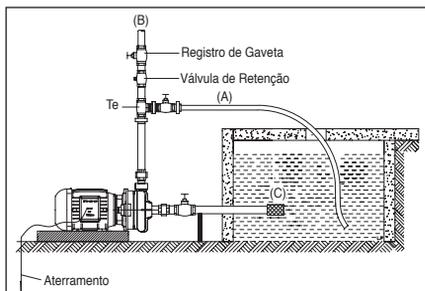

Figura 9 - Instalação Motobomba MBV
- 3 - A motobomba MBV deverá ser instalada afogada conforme figura 9. Use um pré-filtro (tipo cesto) (item **C** da figura 9) na sucção, afim de impedir a passagem de sólidos de diâmetros maiores do que os especificados acima.
- 5 - Para um perfeito funcionamento da motobomba, recomendamos colocar um Tê no bocal de recalque: em uma das extremidades, conecte um registro e acople uma mangueira (item **A** da figura 9), direcionando-a de volta ao local de sucção para misturar as partículas ao líquido a ser bombeado, e, na outra, a tubulação de recalque (item **B** da figura 9). Cuide para que a mangueira de recirculação fique afastada do tubo de sucção, evitando desta maneira a formação de bolhas de ar.